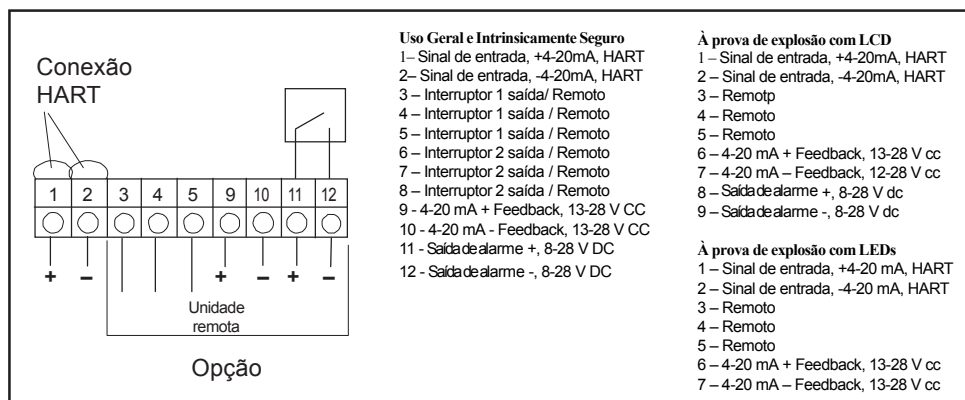

Figura 7. Conexões
5. Ligue o conector de saída (Figura 7) do posicionador com tubo, independentemente da ação (direta ou inversa).
NOTA: O sinal de entrada do loop de corrente para o **PMV D20** deve vir em cabo blindado. As blindagens devem ser aterradas apenas em uma extremidade do cabo para dar lugar a que o ruído elétrico ambiental seja removido do cabo. Em geral, o fio blindado deve ser conectado a uma fonte. (Figura 7).